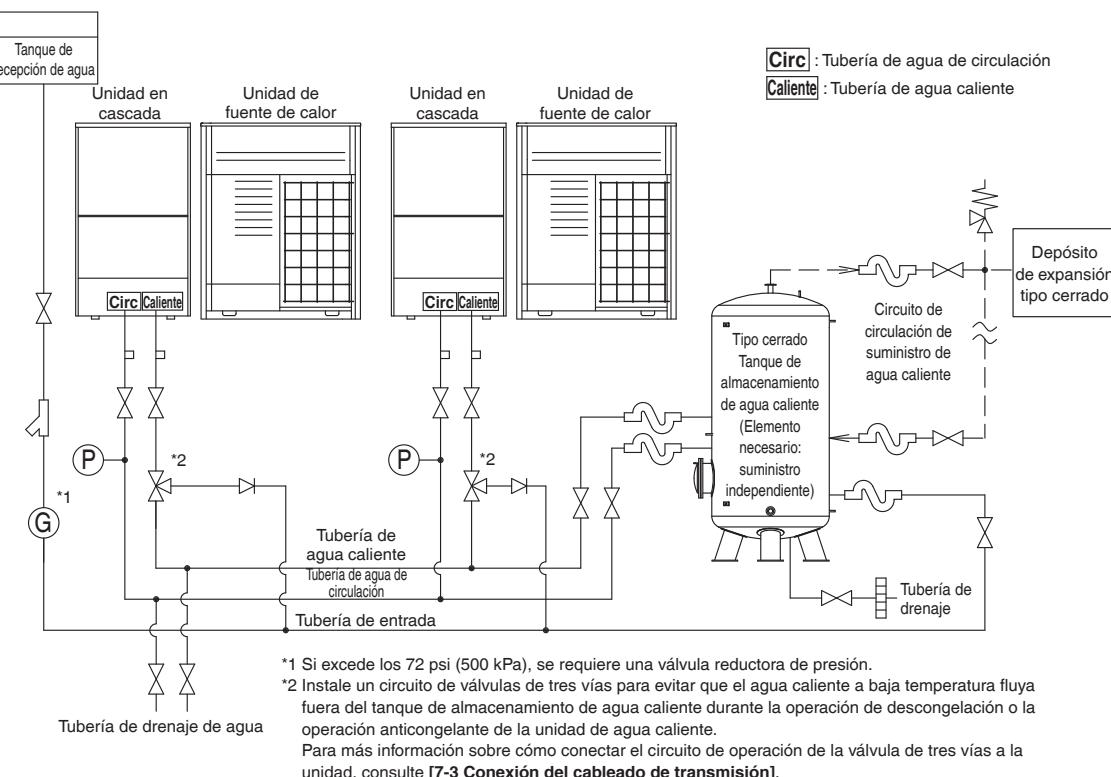

Fig. 14
- La Fig. 14 muestra ejemplos de instalación cuando se conectan 2 unidades de agua caliente con bomba de calor.